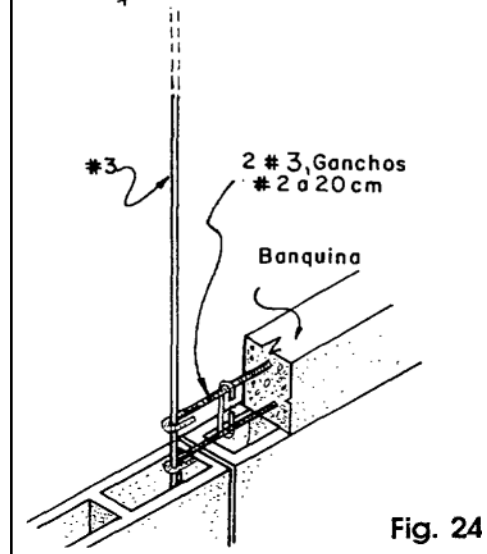

Fig. 24
- b. En el vano de la ventana se debe colocar una viga banquina formada por dos varillas horizontales # 3 con gancho en los extremos y amarradas entre sí por ganchos # 2 cada 20 cm. La banquina se amarra a las varillas verticales para formar el marco estructural de la ventana (ver Fig. 24).